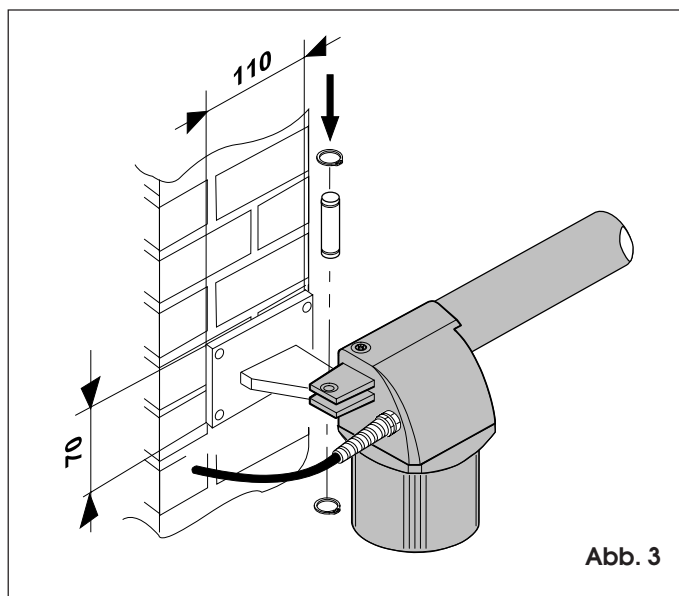

Abb. 3
Bei Eisenpfeilern den Anschluß direkt an den Pfeilerschweißen. Bei gemauerten Pfeilern eine entsprechende Anschlußplatte (Abb. 3) einlassen und diese mit dem Anschluß verschweißen.
- 2) Antrieb anhand der mitgelieferten Schraubverbindungen (Abb. 3) am hinteren Anschluß befestigen.
**Achtung:** der Montagesatz enthält den rechten und linken Antrieb. Die korrekte Einbauposition des Antriebs gemäß Abb. 3 befolgen. Mit rechtem Antrieb ist bei Ansicht von innen der am rechten Flügel, mit linkem Antrieb bei gleicher Ansicht der am linken Flügel montierte Antrieb gemeint.